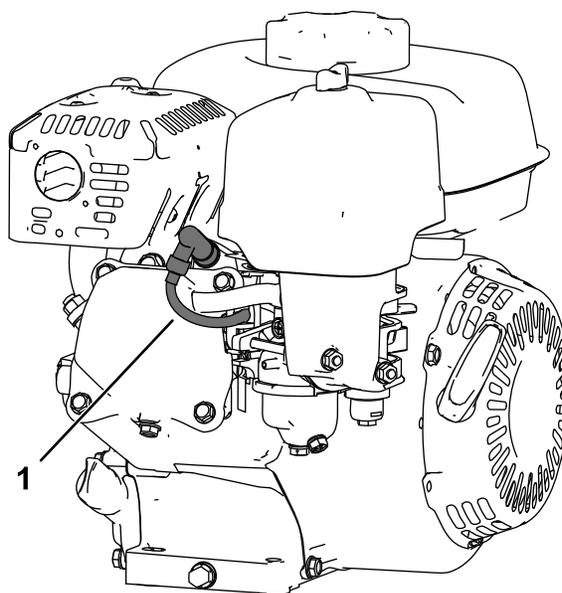

Figure 27
5. Débranchez le fil de bougie (Figure 27).